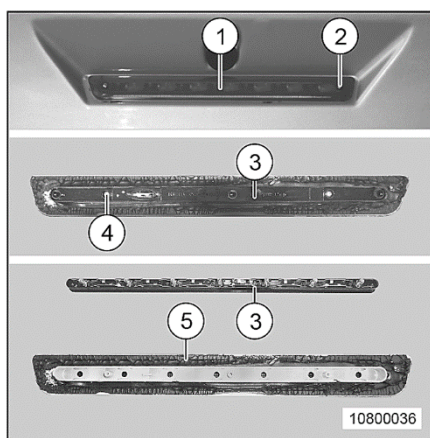

Fig. 180 Troisième feu de freinage
- Pour remonter le troisième feu de freinage (Fig. 180/1), appliquer du mastic d'étanchéité frais (Fig. 180/5). Le mastic d'étanchéité est en vente chez les partenaires de service Carthago.
1. Desserrer les vis (Fig. 180/2) du troisième feu de freinage (Fig. 180/1).
2. Retirer le troisième feu de freinage (Fig. 180/1). En raison du mastic d'étanchéité, ceci demande un peu d'énergie est nécessaire.
3. Sur la face arrière du troisième feu de freinage (Fig. 180/1), retirer les vis (Fig. 180/4) de la baguette en plastique (Fig. 180/3).
4. Enlever la baguette en plastique (Fig. 180/3) et remplacer l'ampoule.